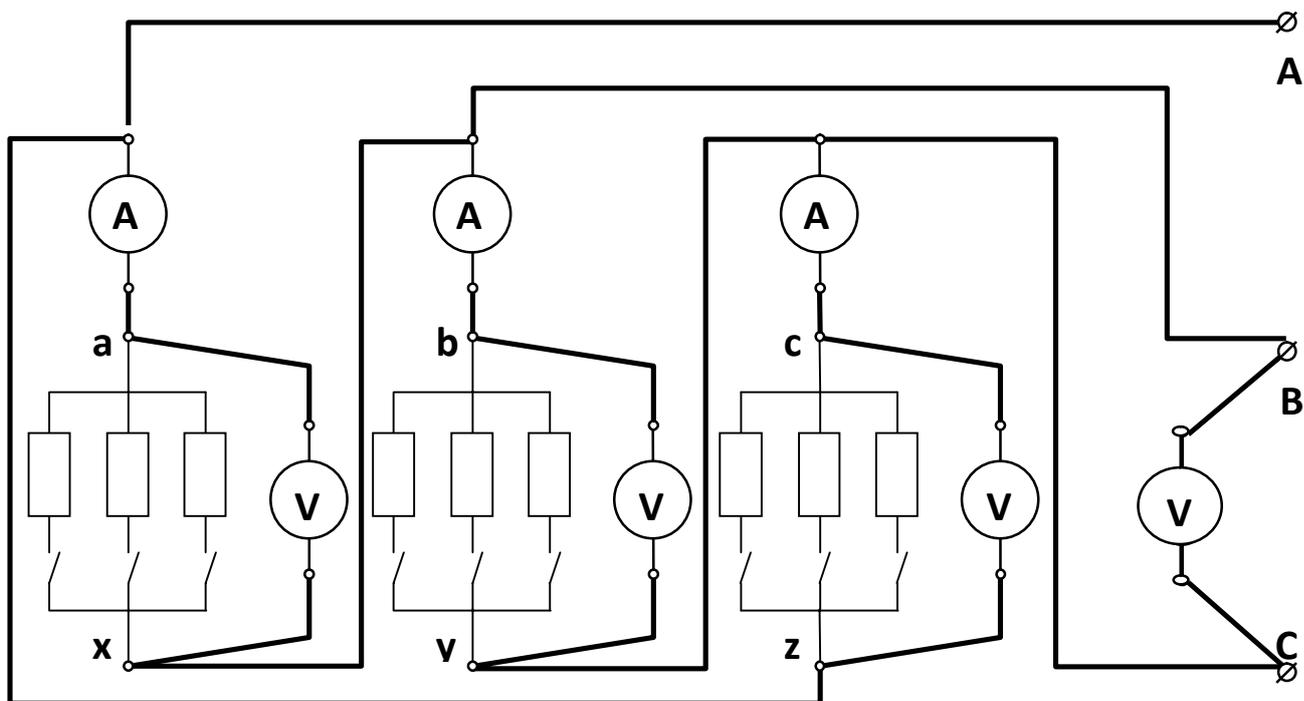

Рис. 3.4. Схема экспериментального приемника, включенного по схеме “треугольник”
15. Соберите цепь, изображенную на рис. 3.4.